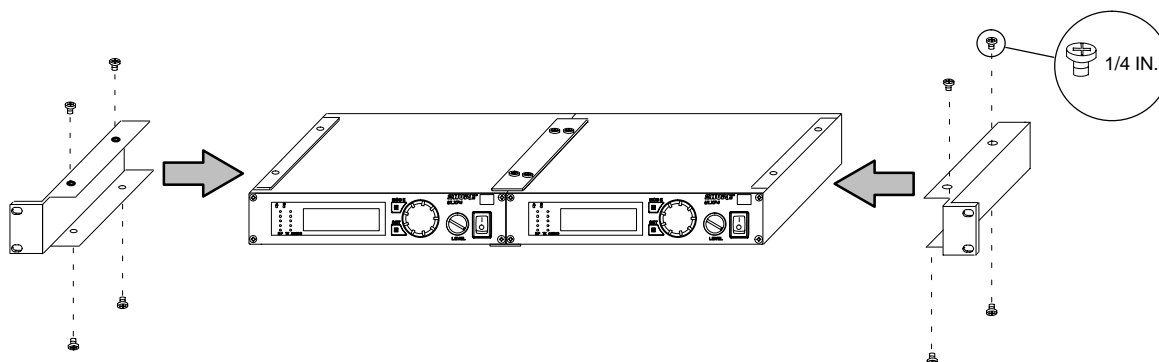

FIGURE 52
3. À l'aide des vis fournies, fixer les barres de jumelage aux récepteurs. Se reporter à la figure 52.